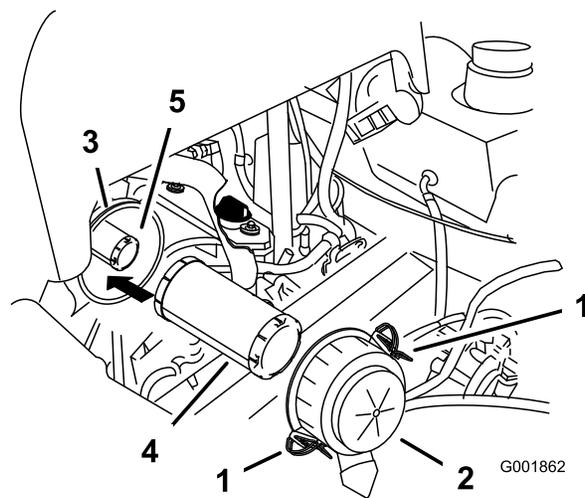

Figure 40
4. Ouvrez les attaches du filtre à air et enlevez le couvercle du corps du filtre (Figure 40).
6. Sortez l'élément principal du corps du filtre avec précaution (Figure 40). Évitez de cogner l'élément à l'intérieur du corps.
1. Ne nettoyez pas l'élément – remplacez-le (Figure 40).
2. Si vous remplacez l'élément de sécurité, insérez-le avec précaution dans le corps du filtre (Figure 40).
3. Placez ensuite l'élément principal sur l'élément de sécurité avec le même soin (Figure 40). Assurez-vous